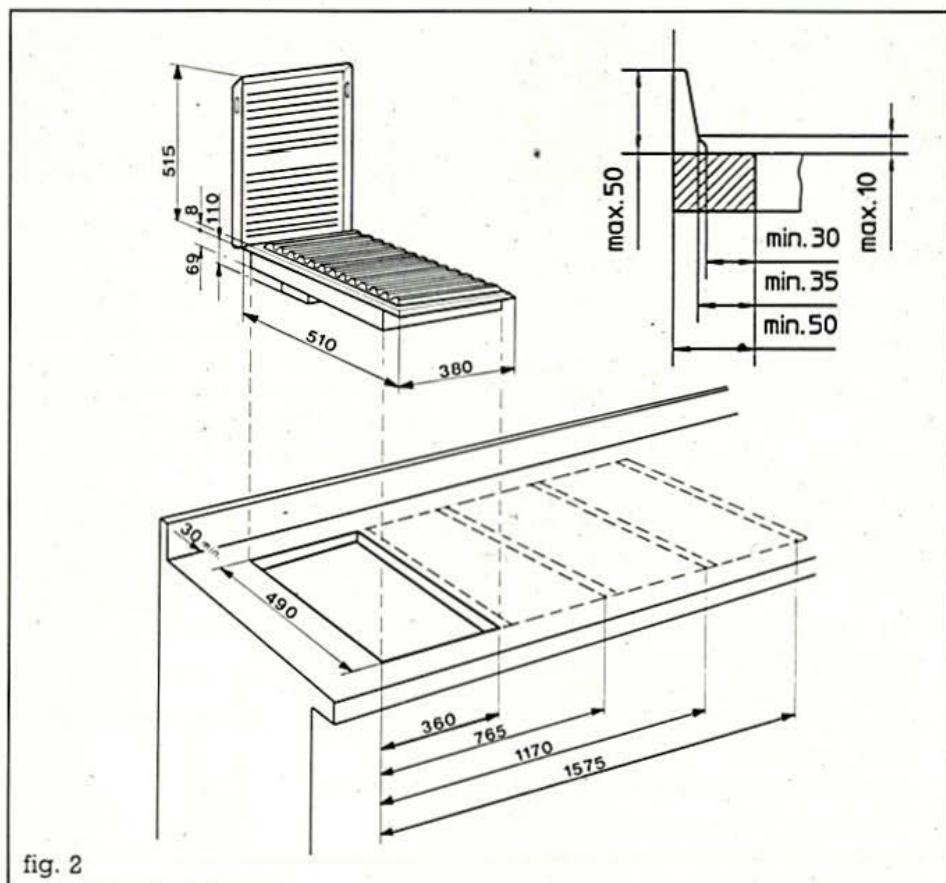

fig. 2
2. Eseguire il foro sul piano di lavoro riportando le quote illustrate nella fig. 2. Per l'in-